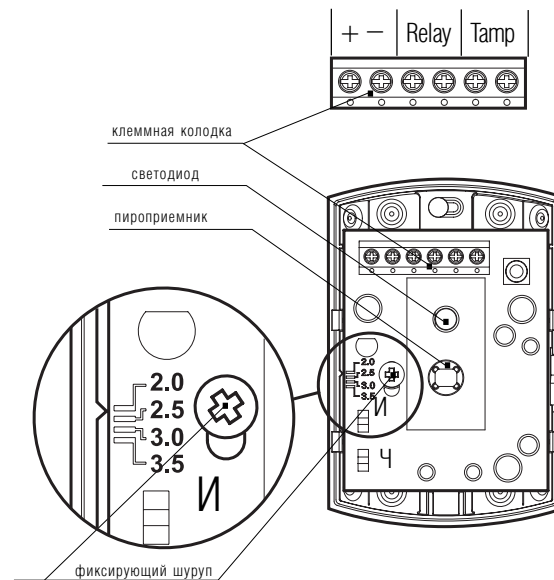

Рис. 2
- Ослабить шуруп, фиксирующий крепление платы, сопоставить метку с риской, соответствующей высоте установки (рис.2). Это обеспечит дальность действия извещателя (12±0,1) м. Уменьшение дальности действия путем смещения платы выше необходимой отметки недопустимо. Это приводит к потере заданной устойчивости к движению животных.